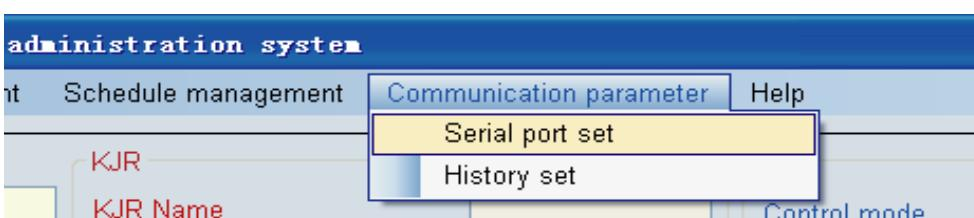

Рис. 4-50
- 4) “Раздел“Communication parameter” («Параметры связи») включает : “Serial port set”(«Настройка порта с последовательным выводом данных») и “History set” «Настройка истории» (см. Рис.4-50).